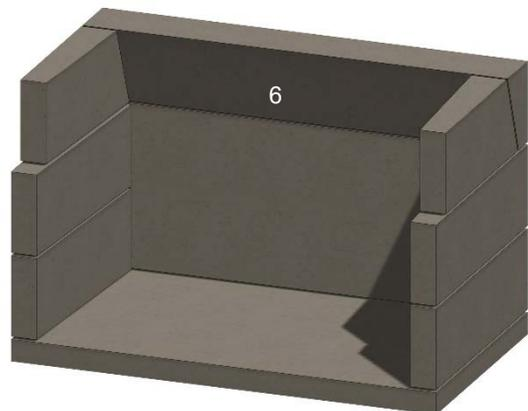

Figure 14. En-tête arrière
G. Installez l'en-tête arrière (6). Voir la figure 14.